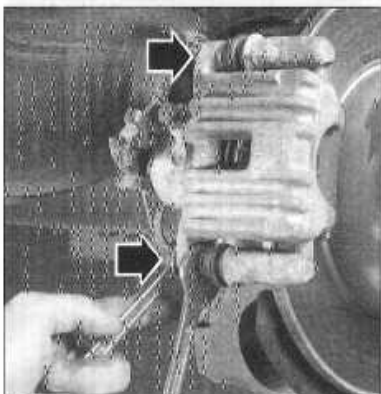

FIGURE 7-7
- Déposer les vis de colonnette de l'étrier (figure 7-7).